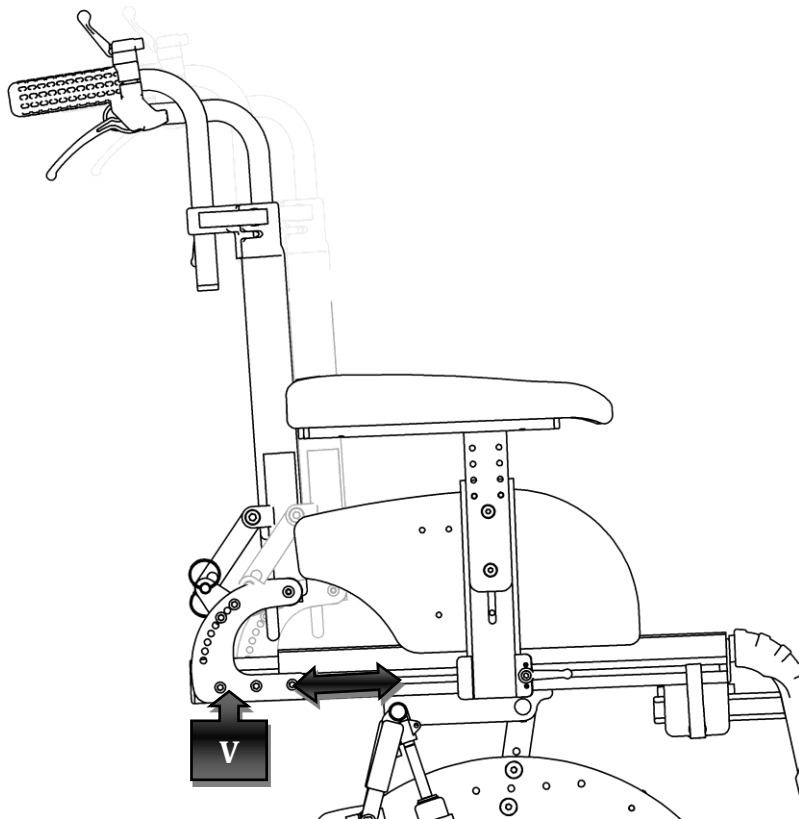

Figura 12
Per garantire la massima comodità è possibile regolare lo schienale in profondità come indica la Figura 12 agendo sulle viti (V).